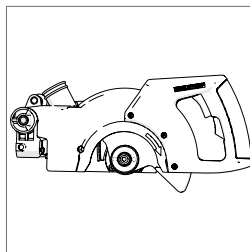

Fig. 1c
- El cabezal de corte en posición de bloqueo inferior. (**Fig. 1c**)